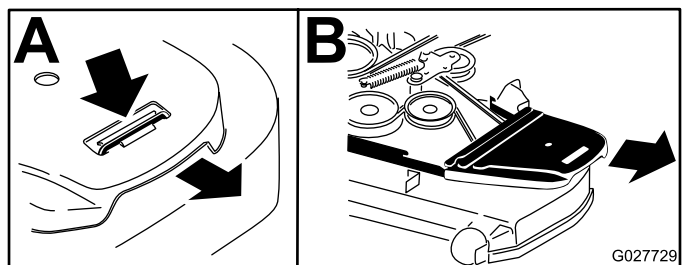

Figura 59
4. Retire las cubiertas de la correa (Figura 59).